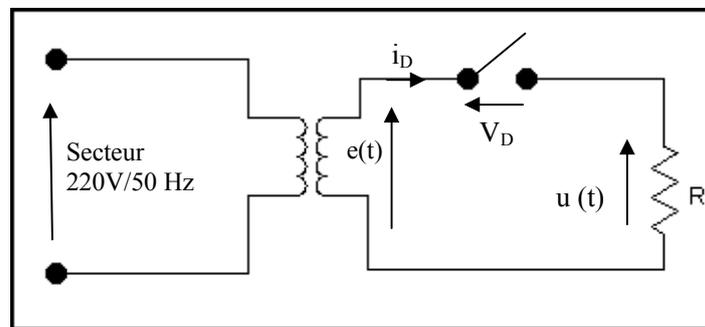

Figure II-4
- **Etat bloquée de la diode :** à partir de l'instant correspondant à  $\theta = \pi$  ( le courant  $i_D$  s'annule et a tendance à devenir négatif), la diode va basculer pour se bloquer :  $i_D = 0$  ; la configuration du circuit figure II-4 donne :